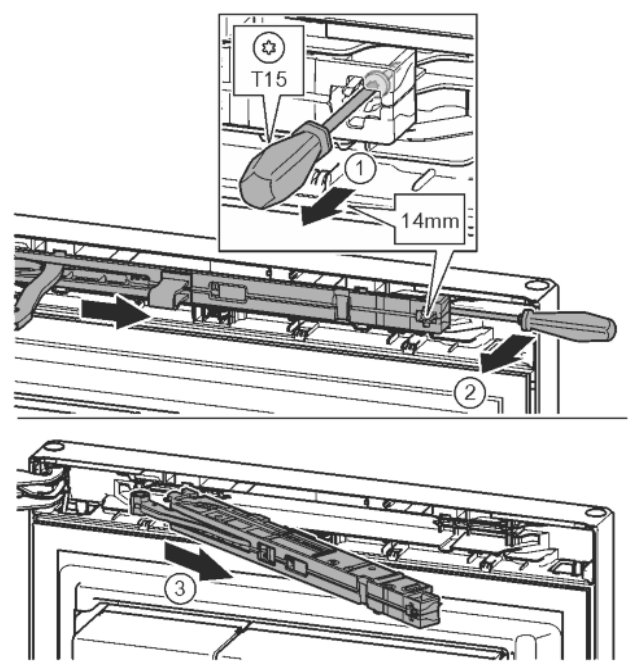

Fig. 15
- ▶ Ослабить винт на узле амортизатора с помощью отвертки T15 примерно на 14 мм. Fig. 15 (1)
- ▶ Отверткой со стороны ручки переместить за узел амортизатора и повернуть вперед. Fig. 15 (2)
- ▶ Извлечь узел амортизатора. Fig. 15 (3)